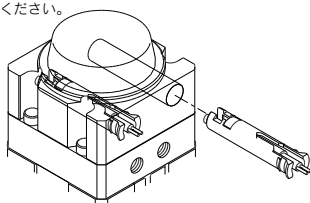

図1
- 3 オートスイッチを固定したスイッチケースを、図1の向きで穴の中に確実に装着してください。